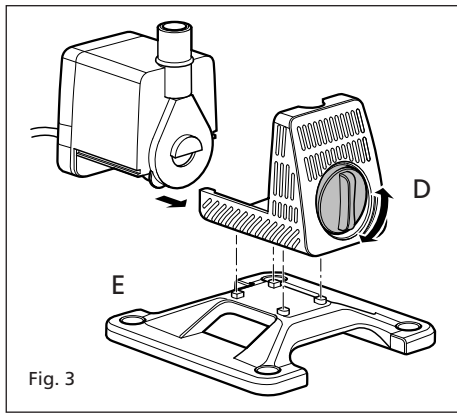

Fig. 3
Nateżenie przepływu z pompy można dowolnie regulować obracając pokręteł regulatora przepływu na przodzie pompy. Patrz rys. 3 (D).
Dla zapewnienia stabilności pompie z fontanną, pompę należy zamontować na dodatkowej podstawie. Zob. rys. 3 (E). Podstawę można przymocować do podłoża śrubami wkręcanymi przez specjalne otwory w rogach podstawy.
предоставленных отверстий. Вдвиньте мотор на заднюю крышку/основание. Для повышенной устойчивости при использовании фонтанных насадок, прикрепите насос к отдельной плите основания. См. Рис. 3 (E). Эта плита может быть прикреплена к поверхности при помощи винтов через отверстия в каждом из углов плиты основания.